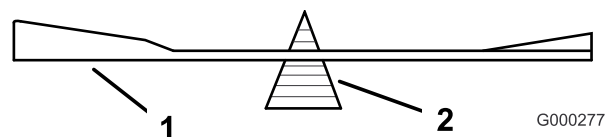
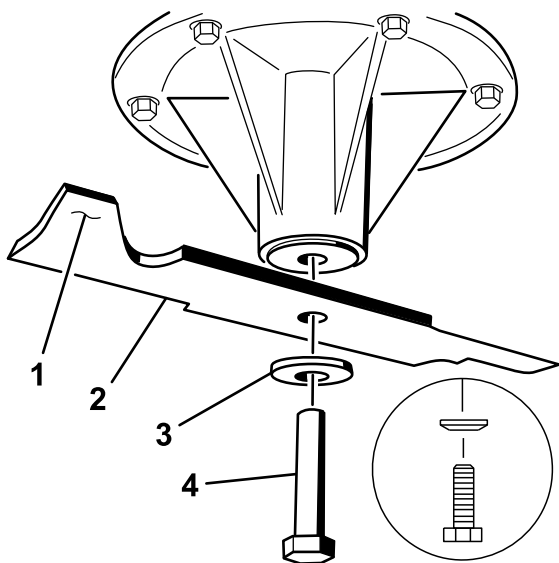

Figure 88
Figure 89
- Vérifiez l'équilibre de la lame en la plaçant sur un équilibreur (Figure 88). Si la lame reste horizontale, elle est équilibrée et peut être utilisée. Si la lame est déséquilibrée, limez un peu l'extrémité de la partie relevée seulement (Figure 89). Répétez cette procédure jusqu'à ce que la lame soit équilibrée.
- Retirez le boulon, la rondelle élastique et la lame de l'axe (Figure 89).